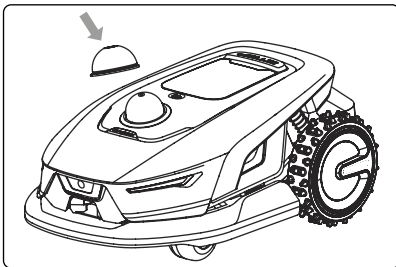

Рис. 37
2. Наденьте защитный чехол на лидар (Рис. 37).